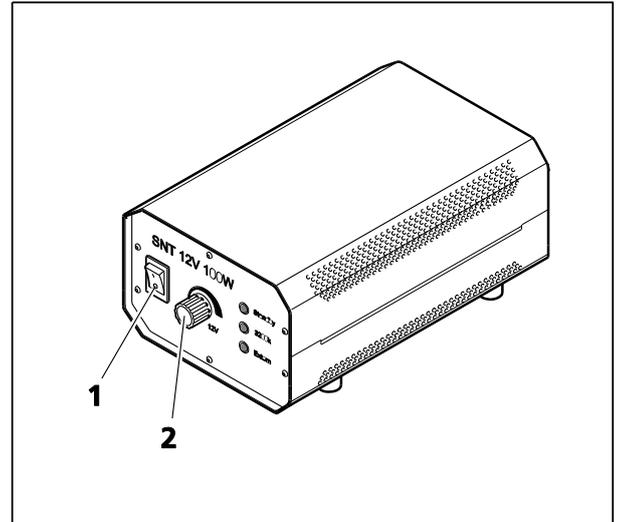

图 4-1 HAL 100 外部电源装置
- 透射光照明已通过外部电源装置 (图 4-1/1) 打开。
- 使用外部电源装置的光线强度 (图 4-1/2) 设置图像亮度。